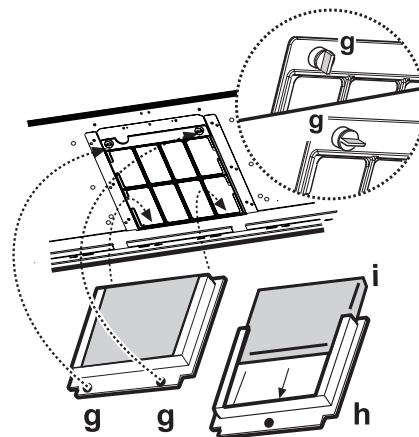

Fig. 2
2. Retirez le cadre de support du filtre en faisant tourner les pommeaux de 90° (g - Fig. 2).
3. Montez le filtre au charbon (i - Fig. 2) à l'intérieur du cadre (h - Fig. 2).